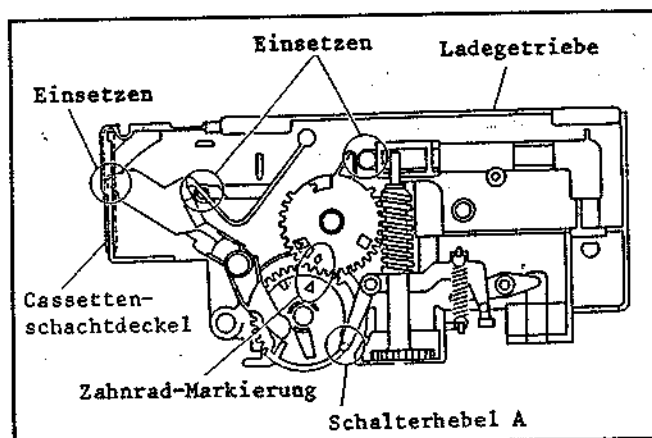

Abb. 5-10
- * Wenn das Ladegetriebe wieder eingebaut wird, darauf achten, daß zwei (2) Angüsse des Cassetten-Halters in die Nuten an der rechten Seite des Chassis-Halters eingesetzt werden (siehe Abb. 5-10).
- * Darauf achten, daß die Markierung (◇) an dem Synchron-Zahnrad mit der Markierung (△) an dem Kupplungs-Zahnrad fluchtet (siehe Abb. 5-10).
- * Sicherstellen, daß der Anguß des Cassetten-Schalterhebels (A) auf der Nocke des Synchron-Zahnrad ansteht (siehe Abb. 5-10).
- * Wenn der Cassettenschachtdeckel wieder eingebaut wird, darauf achten, daß der Anguß des Deckelarms in die Nut des Cassettenschachtdeckels eingesetzt ist (siehe Abb. 5-10).